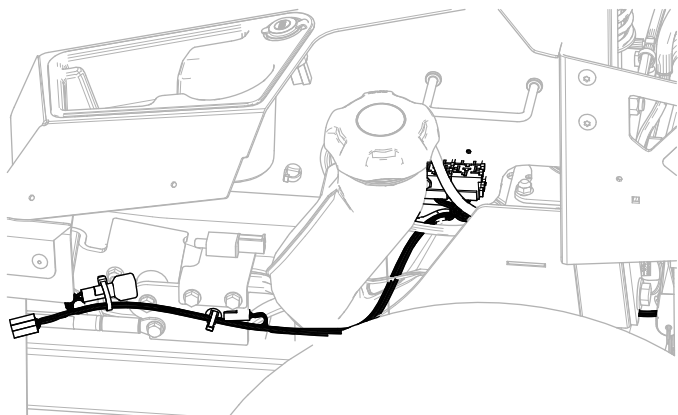

**Figure 13**
1. Insérez le clip enfichable avant dans le support du levier du frein de stationnement (Figure 13).